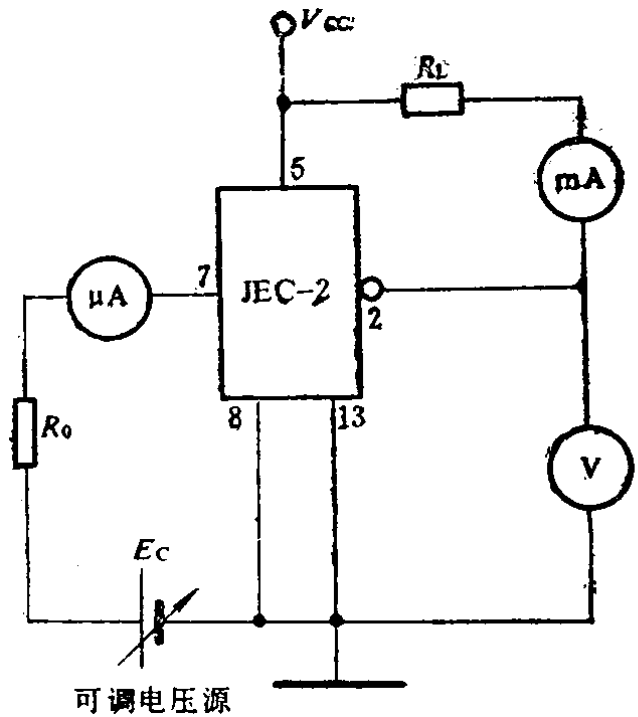
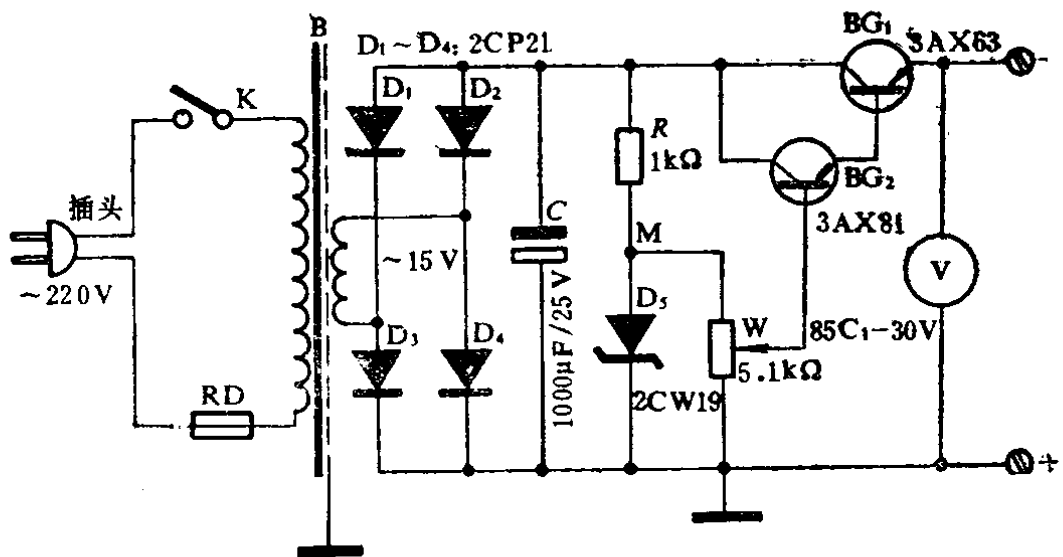
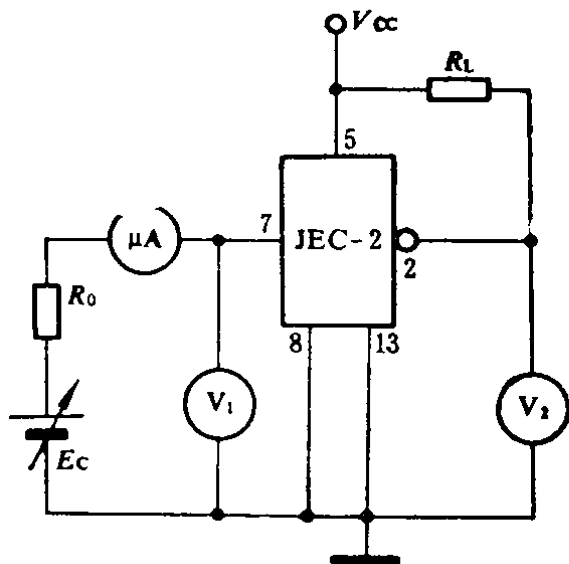

图 6
图 7
图 8
测试线路见图 6。在输入端 ⑦脚加入一个直流电压信号, 使输入电流等于 $10\mu A$, 这时 ②脚对地电压就是 V_{OL} , 正常时 V_{OL} 应小于 2V。此时毫安表指示在 20mA 以上。如果再减小 R_L 的阻值, 毫安表指示还可增大, 在 V_{OL} 不高于 2V 的前提下, 可达 30mA 以上。这就是我们要测的负载能力 I_H 。这里, V_{CC} 、 R_L 的取值参阅附表 1、附表 2 的测试条件。 $R_0 = 300k\Omega$, 起着限流作用。 E_C 为可调电源, 可以自行加工, 电路如图 7 所示。在这个电路中, 电源变压器 B 将
势必跟随上升，直至接近 0 伏。由此可知，图 7 所示电路，是一个由 0 至 -12V 可调的稳压电路。这种电路在业余制作中用途是十分广泛的。
在图 6 的基础上，再增加一只电压表⑤，就可组成一个触发电流 I_B 与触发电位 V_B 的测试电路。电路见图 8 所示。测试时，调节电源 E_C 的电压值，使⑦脚输入电流逐渐增大，当电压表⑤的读数由截止电位 V_{OH} 突然下降到导通电位 V_{OL} 时，微安表的读数即为触发电流 I_B ，该数小于